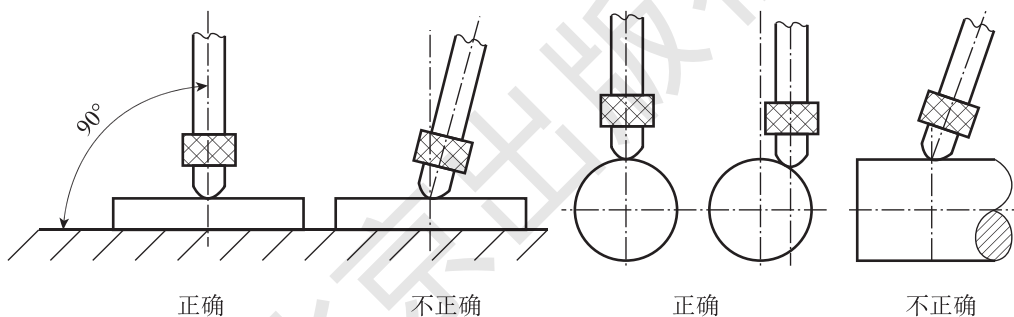

图 1-36 百分表使用方法
(4) 在百分表装夹后，在未松开紧固套之前不要转动表体，如需转动表的方向时应先松开紧固套。
(5) 测量时，应轻轻提起测杆，把工件移至测头下面，缓缓下降，测头接触工件时，不准把工件强迫推入至测头下，也不得急剧下降测头，以免产生瞬时冲击测力，给测量带来误差。
(6) 用百分表校正或测量工件时，应当使测量杆有一定的初始测量压力。即在测头与工件表面接触时，测量杆应该有 $0.3 \sim 1\text{mm}$ 的压缩量，使指针转过半圈左右，然后转动表圈，使表盘的零位刻线对准指针。轻轻地拉动手提测量杆的圆头，拉起和放松几次，检查指针所指零位有无变化。当指针零位稳定后，再开始测量或校正工件的工作。如果是校正工件，此时开始改变工件的相对位置，读出指针的偏摆值，就是工件安装的偏差数值。
(7) 使用时要使测杆与预测位移的方向一致，或使被测物体表面保持垂直。如图 1-36 所示。